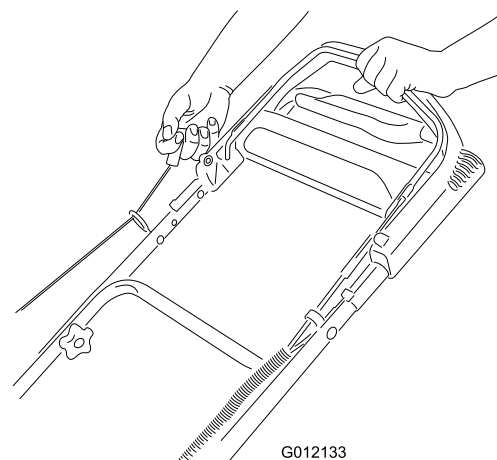

Figura 13
3. Tire de la cuerda de arranque (Figura 13).